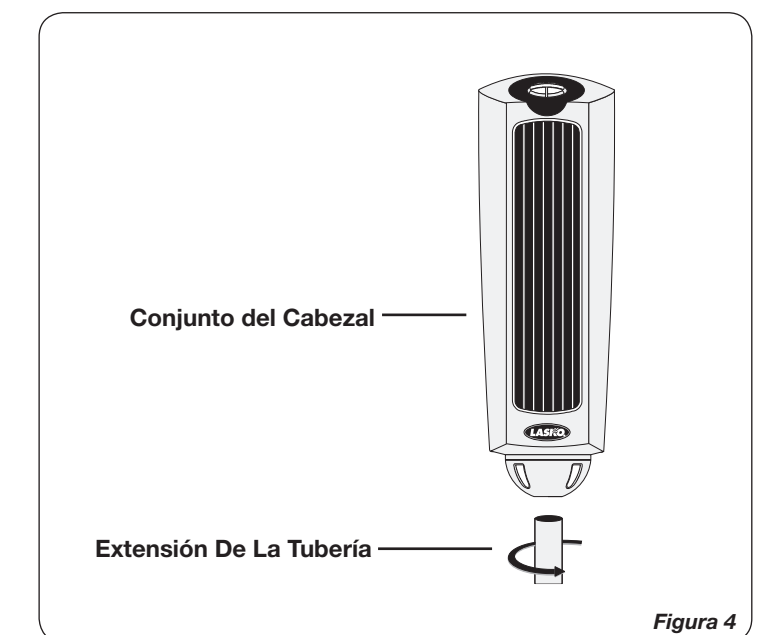

Figura 4
### CONJUNTO DE LA CABEZA (Figura 4)
1. Coloque el **Conjunto del Cabezal** sobre el extremo del **Extensión De La Tubería** torciendo **Conjunto del Cabezal** abajo hasta que se sienta en el **Extensión De La Tubería**. (*Figura 4*)